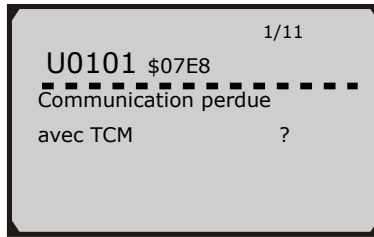

Figure 5.55
- 1) Répétez les étapes dans la section **Lisez les codes** pour identifier DTCs. (Figure 5.55)